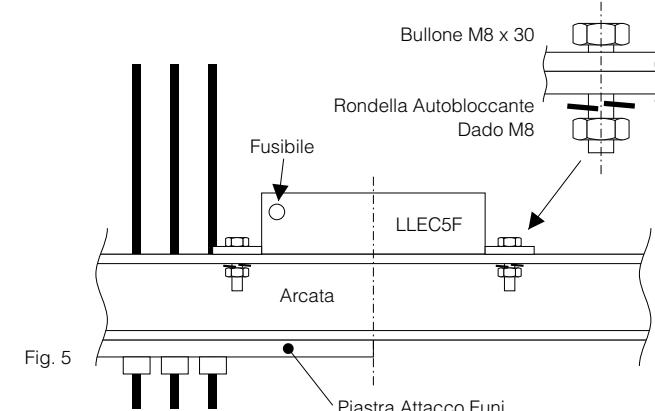

Fig. 5
5. Posizionare il LLEC5F sull'arcata in modo che (Fig.5):